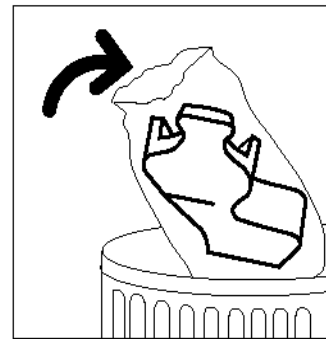

Figure 25 : Déballage du nouveau récupérateur de développeur
- 8** Déballez le nouveau récupérateur de développeur (voir la figure 25).